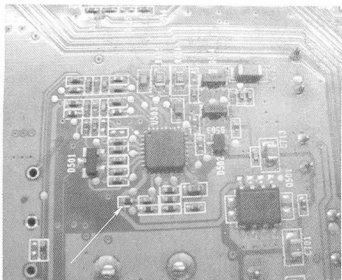

图 5-5 正常的显卡
(4) 找个好的显卡对比一看, 掉件是个电阻, 测量一下为 $2.7\text{k}\Omega$, 找个相同阻值的电阻补上, 如图 5-5 所示。